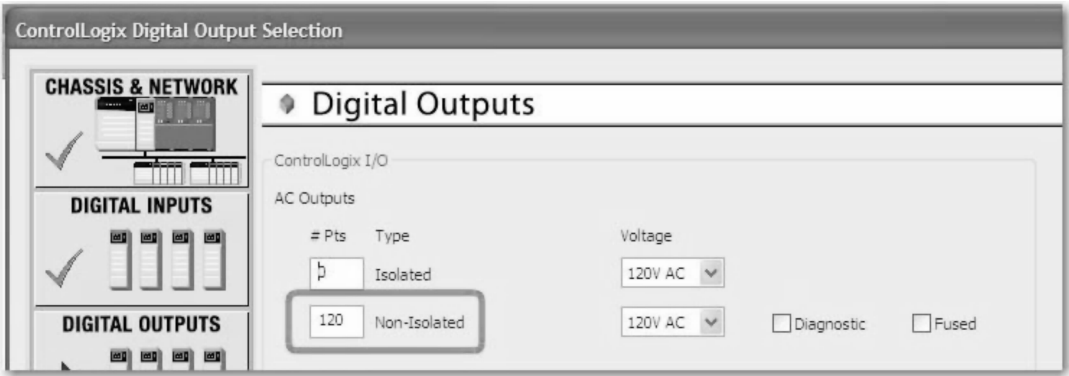

图 26-29 数字量输出设置图
10. 在“数字量输出”（Digital Outputs）页面上，于“交流输出”（AC Outputs）中的“非隔离”（Non-Isolated）框内输入 120V，如图 26-29 所示。